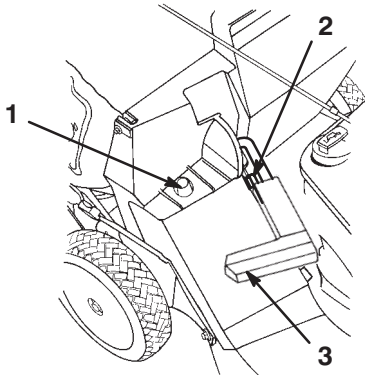

Bild 19
2. Stellen Sie sicher, dass der Griff an der Auswurfkanal-klappe ganz nach vorne gestellt und dass der Stift den Riegel berührt (Bild 19).
3. Schieben Sie das Loch im Korbrahmen auf den Halteposten am Gehäuse (Bild 19).
2. Heben Sie den Griff der Auswurfkanal-klappe an und ziehen ihn nach vorne, bis der Stift den Riegel berührt (Bild 19).